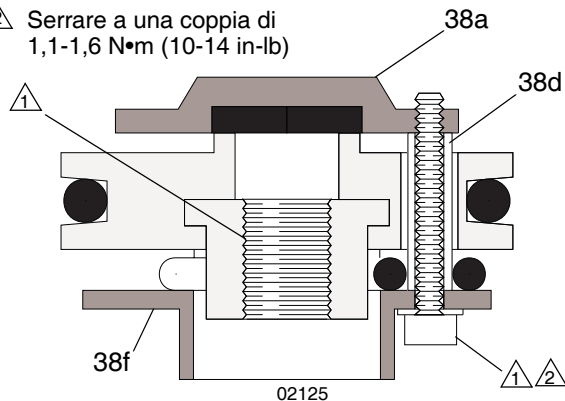

FIG. 12
5. Se uno qualunque dei distanziatori della piastra della valvola (38d) è danneggiato, sostituirli tutti e tre per mantenere un corretto gioco tra le sedi e le piastre delle valvole (18a, 18f). Vedere: FIG. 12.